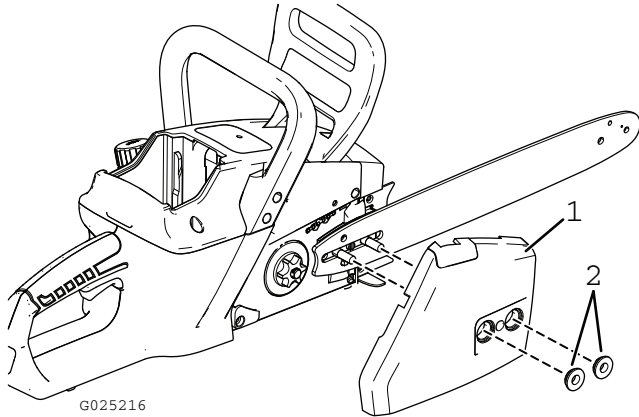

Figura 27
2. Extraiga las dos tuercas que sujetan la tapa (Figura 27).